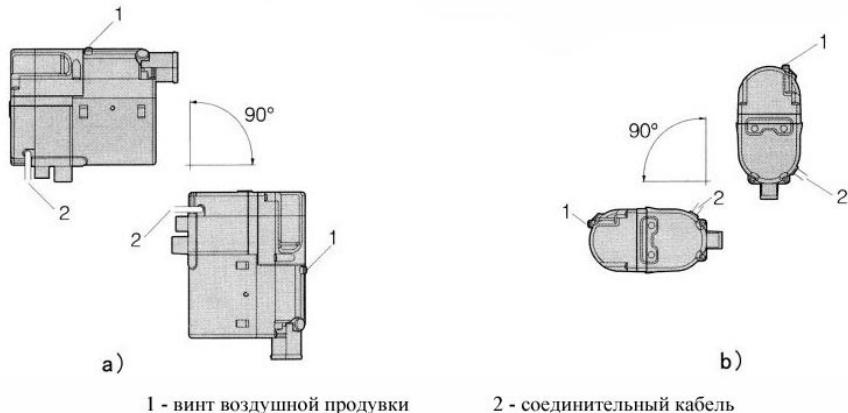

Рис. 4
4.2.3 При выборе положения для установки печки необходимо учитывать, что винт воздушной продувки всегда должен находиться сверху чтобы облегчить выход воздуха из трубы для охлаждающей жидкости. При установке возможны различные положения печки, но они не должны отличаться от «правильного положения для установки» более чем на 90° , как показано на Рис. 4.